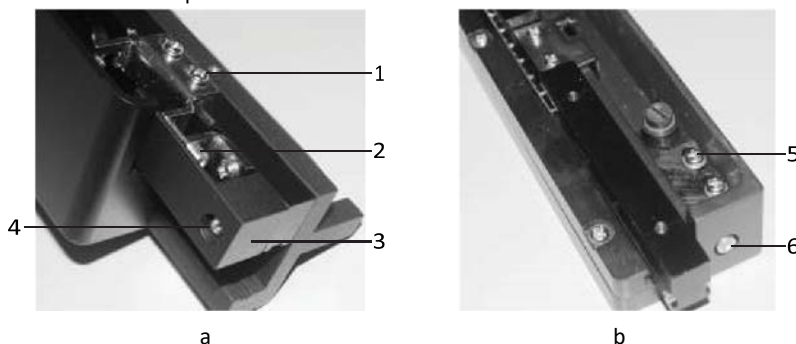

Рис. 17. Регулировка жесткости хода рукояток
2. Регулировка рукоятки продольного перемещения (рис. 17а): выверните винт **4** с крестообразным шлицем, снимите перегородку **3**, слегка ослабьте винт **1** с крестообразным шлицем, отрегулируйте винт **2** ключом шестигранником.
3. Регулировка рукоятки поперечного перемещения (рис. 17б): слегка ослабьте винт **5** с крестообразным шлицем, отрегулируйте винт **6** ключом шестигранником.